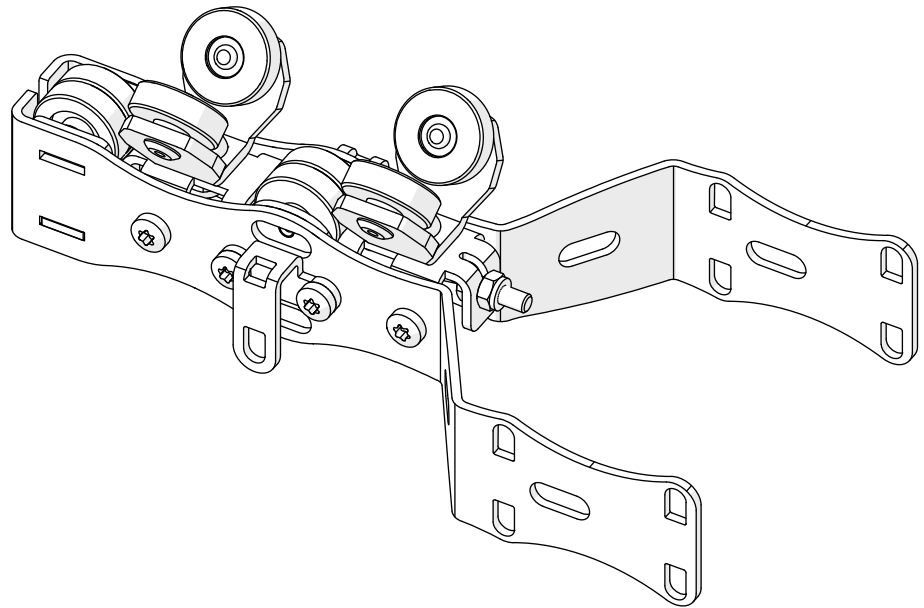

Abb. 63: Abgeschlossener Umbau zu OFFICE Zugwagen mit Überzugbügel beidseitig
- ✓ Der Zugwagen ist fertig montiert (siehe Abb. 63). Die Magnetplatte bzw. Magnetgegenplatte wird nach dem Aufhängen der Außenlagen befestigt (siehe auch *Kapitel 5.8.2 Außenlagen an OFFICE-Zugwagen* [► S. 91]).